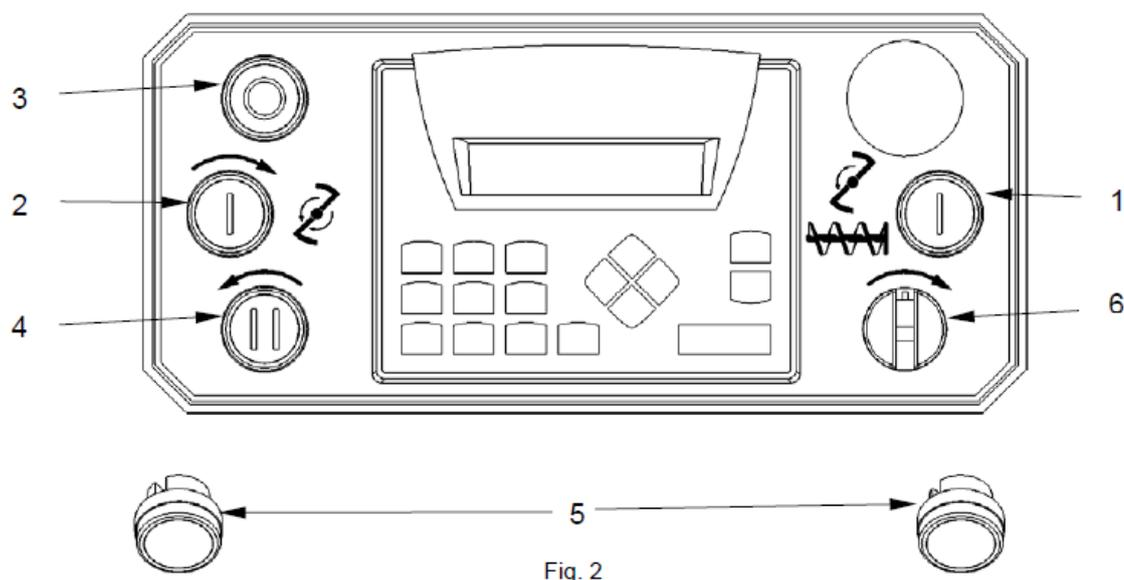

Fig. 2
Убедитесь, что нет никаких посторонних предметов внутри дежи. Проверьте правильность сборки лопастей перед любой операцией. Проверьте фиксирующий штифт (часть V, стр. 13) и крепления ручки (часть I, стр. 11). Подключите машину к розетке и включите главный выключатель питания (часть B, стр. 14) - расположен в задней части машины. Нажмите кнопку 2 (рис. 2) – лопатки мешалки должны вращаться по часовой стрелке. Нажмите кнопку 4 (рис. 2) - лопатки мешалки должны
Нажмите на зеленую кнопку 1 (рис. 2), чтобы проверить правильность направления подающего шнека, которое должно быть против часовой стрелки. Если подающий шнек вращается в противоположном направлении, поменяйте местами фазы и проверьте еще раз.
**ПРОМОЛ:** откройте задвижку (часть F, стр. 11), которая отделяет разъем подачи к шнеку от мешалки и нажмите кнопку запуска 1 (рис.2), чтобы пропустить через мясорубку все мясо. В случае, если подающий шнек (часть S, стр. 13) заблокирован, остановьте машину нажатием кнопки 3 (рис. 2), и активируйте обратный ход шнека - реверс б (рис.2), чтобы включить шнек в обратном направлении вращения с целью разблокировать его.
1 - ручной режим. Используйте кнопки на панели управления. Нажмите кнопку 4 (рис. 2) для смешивания направлении (против часовой стрелки) или кнопку 2 (рис.2) для замешивания направлении (по часовой стрелке). Перед сменой направления мы рекомендуем нажать кнопку остановки 3 (рис.2).
Откройте крышку (часть D, стр. 11). Разъем, отделяющий дежу от шнека должен быть плотно закрыт (часть F, стр. 11). Отпустите дежу, используя ручку (часть H, стр. 11) и в то же время наклоняя дежу на 90 ° с помощью наклонного рычага (часть A, стр. 11). Поместите коляску или другой сосуд к передней части дежи и нажмите на две кнопки 5 (рис. 2) обоими руками, чтобы выгрузить продукт при помощи движущихся против часовой стрелки лопастей. Не кладите руки в бак, когда лопасти вращаются. При выгрузке должен работать только один человек и для обеспечения безопасности управление разгрузки должно осуществляться нажатием двух кнопок обеими руками 5 (рис. 2, стр. 3).
D-Существует микровыключатель на W (стр. 13), который не позволяет включить смесительные лопасти, если дежа (часть G, стр. 11) не находится в вертикальном положении, движение лопастей в этом случае возможно только при разгрузке продукта и только при нажатии обеими руками двух кнопок 5 (рис. 2, стр. 3).
Подключите машину к розетке и включите главный выключатель питания (часть В, стр. 14) который расположен в задней части машины. Затем, "Готов к ручному циклу" (англ. "READY FOR MANUAL CYCLE") появится на дисплее програматора. В этом режиме мы можем работать непосредственно с помощью кнопок 2 и 4 (рис. 2, стр. 3) на панели управления. Как работать в этом режиме описаны в разделе «ИНСТРУКЦИЯ ПО ПРИМЕНЕНИЮ» данного руководства. При процессе, используя мясорубку, всегда задействуйте ручное управление и используя кнопки 1 (рис. 2, стр. 3) на панели управления.